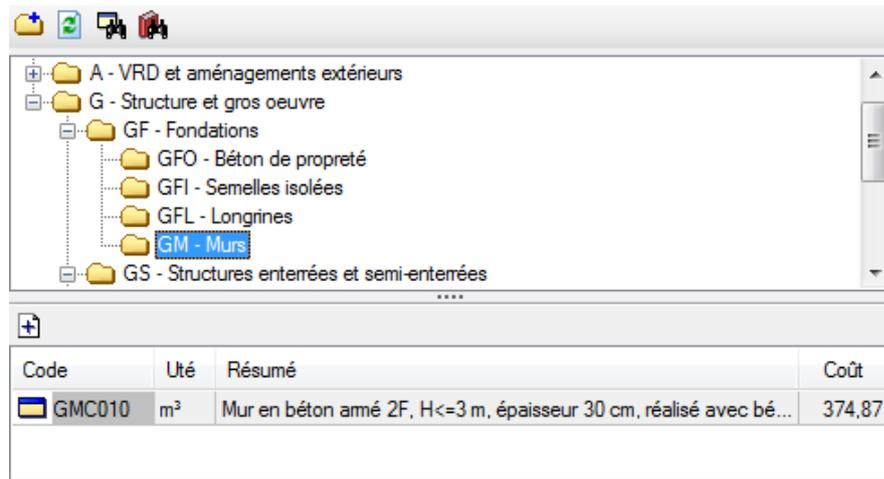
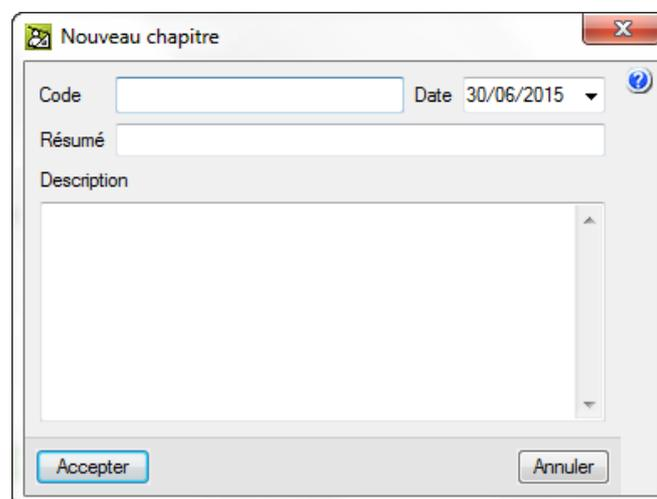
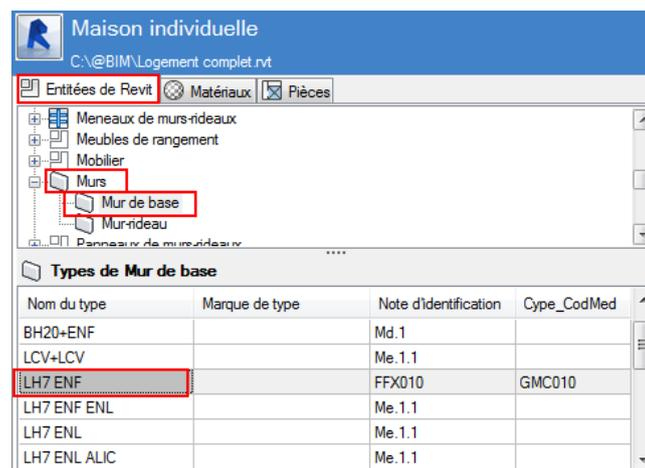

Fig. 15
Fig. 16
Fig. 18
- La partie peut être ajoutée de façon classique à partir de la fenêtre 'Arbre de décomposition'. Une fois la partie créée, cliquez sur le bouton 'Actualiser'  de la boîte de dialogue 'Attribution de parties et extraction de métrés' Fig. 15.
- À partir de la boîte de dialogue 'Attribution de parties et extraction de métrés' Fig. 15, placez-vous sur le chapitre qui doit contenir la partie et cliquez sur le bouton 'Ajouter nouvel élément à la liste' . Si le chapitre n'existe pas, vous devez d'abord le créer en cliquant sur le bouton 'Nouveau chapitre' . En cliquant sur ce bouton, apparaît la fenêtre 'Nouveau chapitre' Fig. 16. Remplissez au moins les champs 'Code' et 'Résumé'.
Une fois que la partie à laquelle attribuer le métré sélectionné est créée, dans la boîte de dialogue 'Attribution de parties et extraction de métrés' Fig. 15, vous devez attribuer l'élément ou l'entité de Revit duquel vous souhaitez obtenir le métré. Pour cela vous devez localiser l'élément de Revit en sélectionnant la ligne correspondante qui contient l'élément Revit (liste d'Entités, Matériaux ou Pièces) Fig. 18. Par exemple, sur la Fig. 18 la partie 'GMC010 Mur en béton armé' est attribué à l'élément de Revit de type 'Mur de base' 'LH7 ENF' Cet élément de Revit se trouve dans la liste 'Entités de Revit', catégorie 'Murs', famille 'Mur basique' Fig. 18.